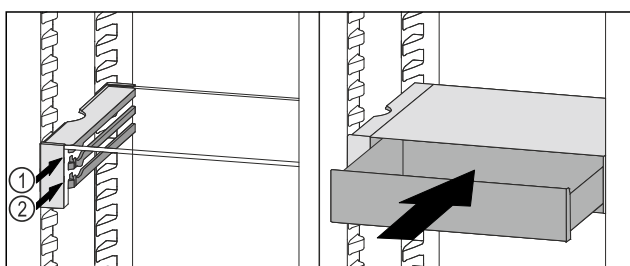

Fig. 106
- ▶ Nasadte zásuvku VarioSafe za zářezky na požadovaném žebře Fig. 106 (1) nebo Fig. 106 (2).